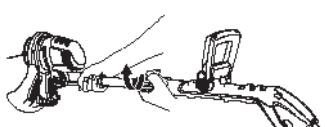
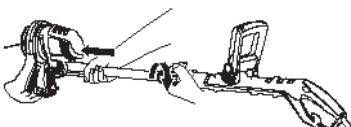

Imagen.11
Imagen.12
- > Afloje el manguito de rosca en el sentido de las agujas del reloj (Imagen 11). Ajuste el tubo extensible a la longitud necesaria y vuelva a ajustar el manguito de rosca en sentido contrario a las agujas del reloj (Imagen 12).